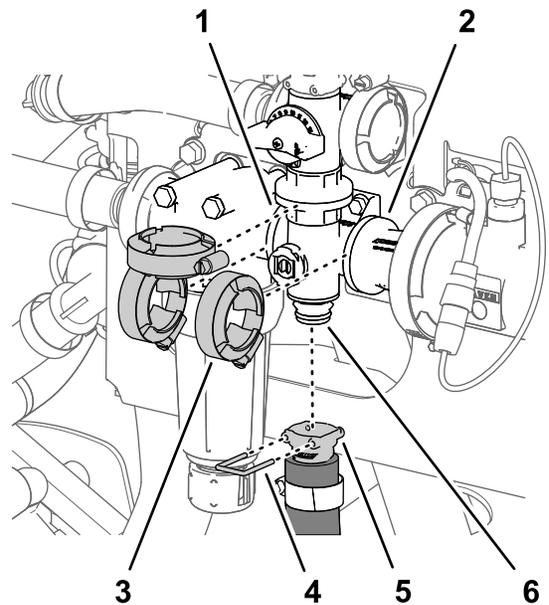

Figura 106
1. Retire la grapa que sujeta el acoplamiento rápido de la manguera de agitación al distribuidor de la válvula de agitación (Figura 106).
2. Retire las 3 bridas de fijación que sujetan el distribuidor de la válvula de agitación a las bridas de la cabeza del filtro de presión y el adaptador de acoplamiento (Figura 106).